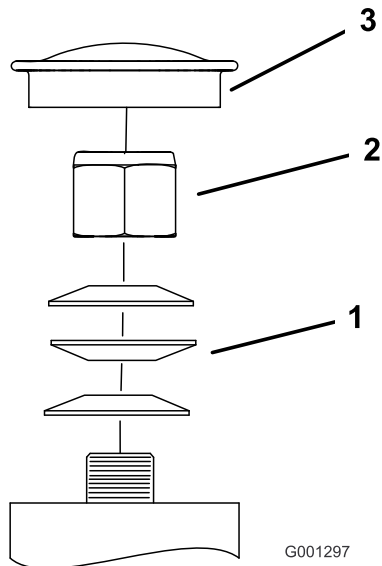

図 56
3. キャスタからダストキャップを外してロックナットを締め付ける 図 56。
4. スプリングワッシャが平たくつぶれるまでロックナットを締め付け、その位置から 1/4 回転もどすと、ベアリングに対して適切な予負荷がかかる 図 56。
重要スプリングワッシャが 図 56 のように正しく取り付けられていることを確認してください。
5. ダストキャップを取り付ける 図 56。